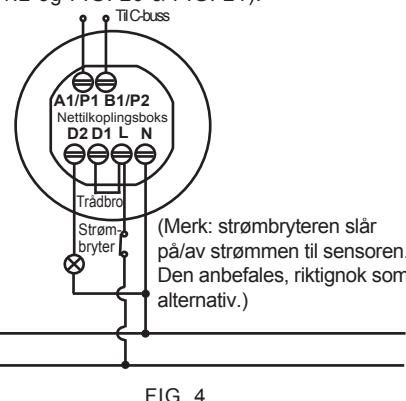
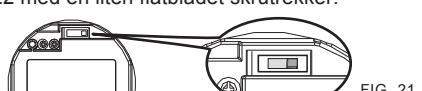

FIG. 4
FIG. 21
- Driften av C-buss signalstyring (se FIG. 4, forsikre deg om at skyvebryteren er korrett innstilt, se avsnitt 4.2.1.2 og FIG. 20 & FIG. 21).
Som fabrikkinstilling er skyvebryteren stilt inn som nedenfor (se FIG. 21 trykknapmodus). Brukeren kan endre til C-bussmodus med følgende trinn:
- Åpne utstøtere med en liten flatbladet skrutrekker (se FIG. 21).